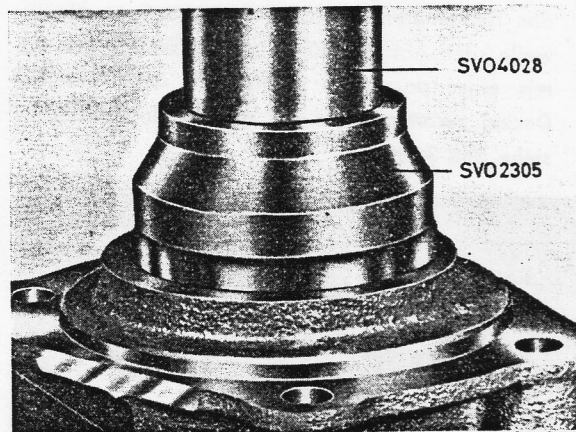

Bild 3-20. Kugellager in hinteren Deckel einpressen
1. Kugellager (37. Bild 3-31) in hinteren Deckel (39) eindrücken und Sicherungsring einsetzen, siehe Bild 3-20. Der verwendete Sicherungsring muss die Ringnut vollständig ausfüllen; aus diesen Grunde sind Sicherungsringe unterschiedlicher Stärke lieferbar.